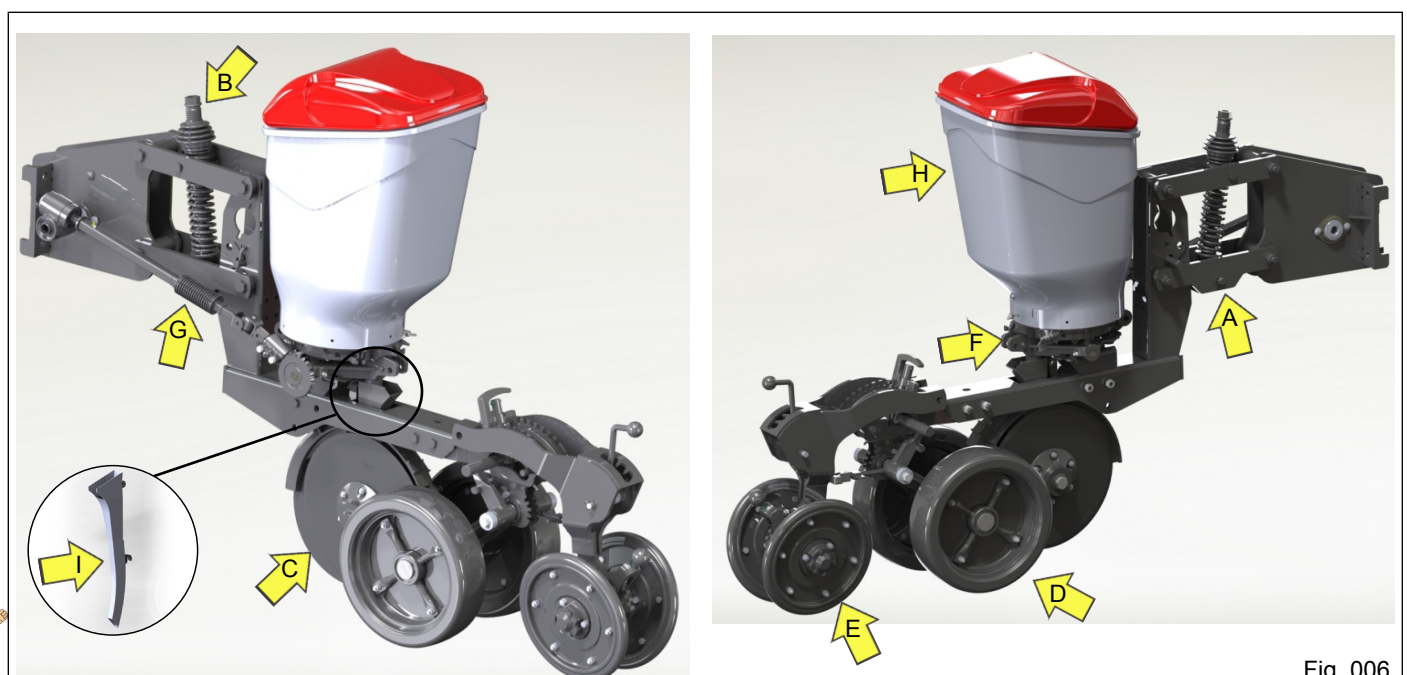

Fig. 006
- Menor comprimento – mais suavidade e estabilidade mesmo em terrenos irregulares. Montadas no tubo porta ferramentas, ficam posicionadas desencontradas umas das outras. Possui (Fig. 006):